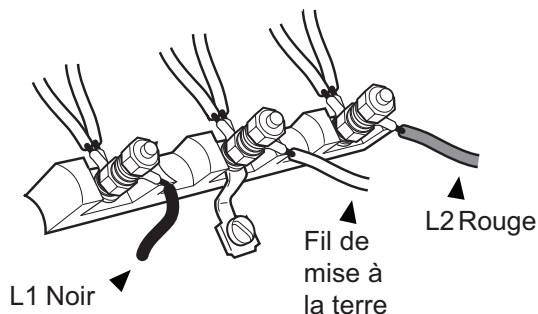

Figure 13 : Connecteur à 3 fils
- Le câblage de l'appareil doit être acheminé à la boîte de jonction par le conduit. Les extrémités de câblage doivent avoir des cosses en boucle de 1/4 po, préférablement soudés en place. Faites les connexions sur le bloc de bornes fourni. Fixez de façon sécuritaire le fil de mise à la terre sur la boîte de jonction avec la vis précédemment utilisée pour fixer le conducteur de terre. Voir Figure 13. L'extrémité libre du conduit doit être branché à la boîte de jonction
2. Fixez le fil neutre, le fil de mise à la terre du circuit d'alimentation, à la tige centrale du bloc de bornes avec un écrou, Voir Figure 13.